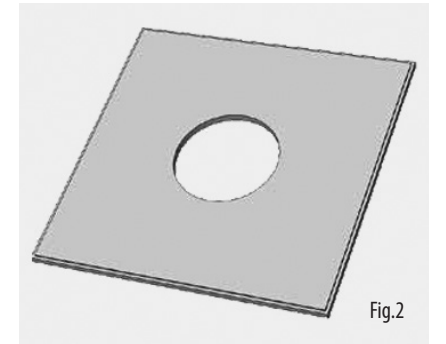
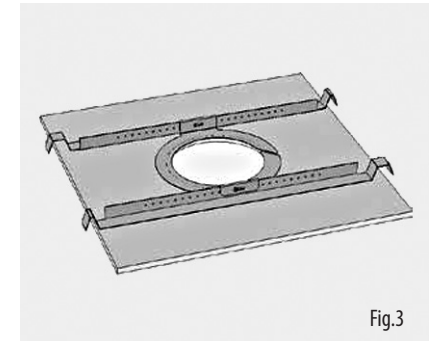

Fig.2
Fig.3
2. 使用圆锯或垫锯切出天花板瓷砖上的孔。(图2) 将C形环和瓷砖桥放在天花板顶部, 将C形环对准孔, 然后使用提供的固定装置将C形环拧到瓷砖桥上。(图3)
2. 使用垫锯切出天花板上的孔, 然后将 C 形环滑入天花板, 将其对准切出的孔。(图 2)
如果使用电源驱动器, Tannoy 建议将扭矩设置为 1.5 Nm。(图 2)